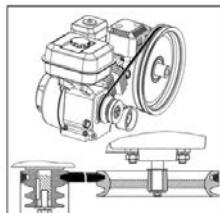
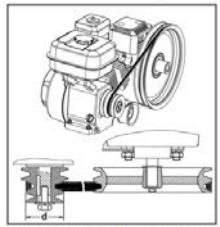

Рис. 31 Установка ремня в ручей шкива большего диаметра
Рис. 32 Установка ремня в ручей шкива меньшего диаметра
3. Установите ремень привода в ручьи шкива вала двигателя большего «D» или меньшего диаметра «d» и соответствующие им ручьи шкива вала коробки передач. На Рис. 31 показана установка ремня в ручей шкива большего диаметра «D». На Рис. 32 показана установка ремня в ручей шкива меньшего диаметра «d».